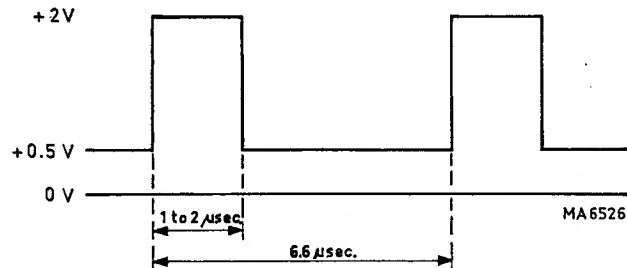

Abb. 31. Taktgeberimpuls
- Taktimpulsform (Abb. 31) kontrollieren